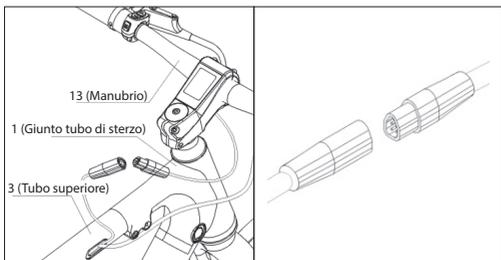
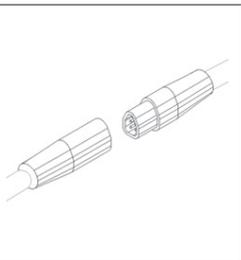

Figura 2-1
Figura 2-2
- Collegare il cavo del sensore del display, come mostrato in **Figura 2-1** e **Figura 2-2**.